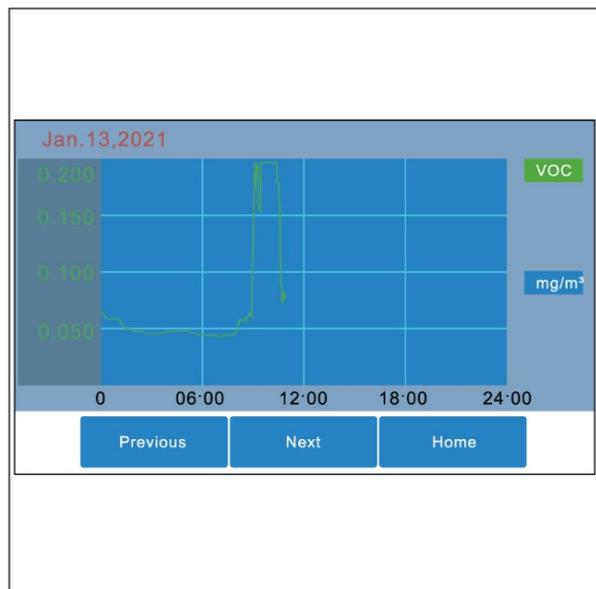

Abbildung 11
2. Die VOC-Übersicht wird angezeigt (Abbildung 11).